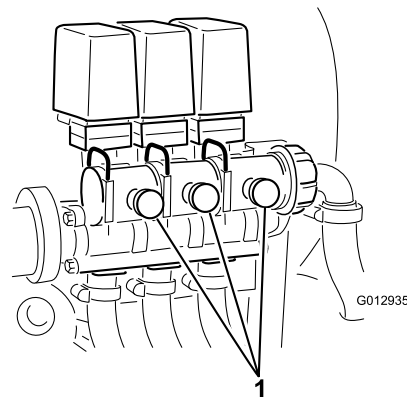

Figura 30
12. Regolate la valvola di bypass della barra (Figura 30) sulla valvola di comando della barra che avete disattivato, finché il misuratore di pressione non mostra un valore identico a quello rilevato al punto 9.